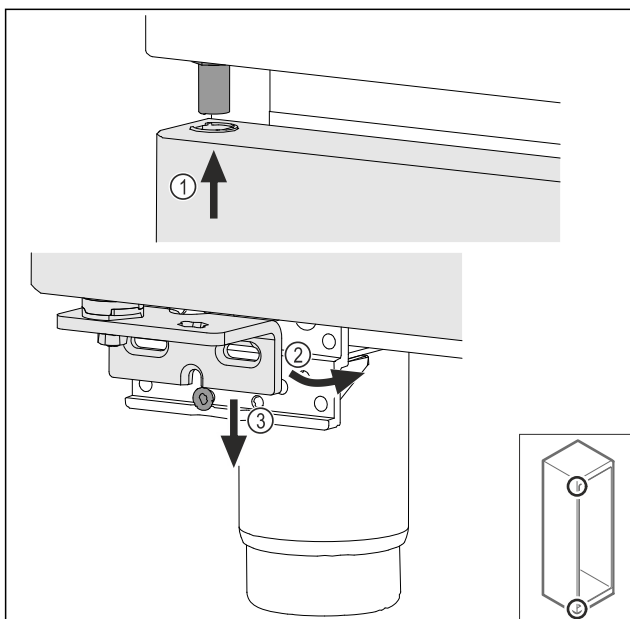

Fig. 39
- ▶ Așezați pe traseu ușa ușor basculată sus Fig. 39 (1), aliniați dreaptă ușa Fig. 39 (2) și așezați jos pe șurubul suportului de lagăr Fig. 39 (3).